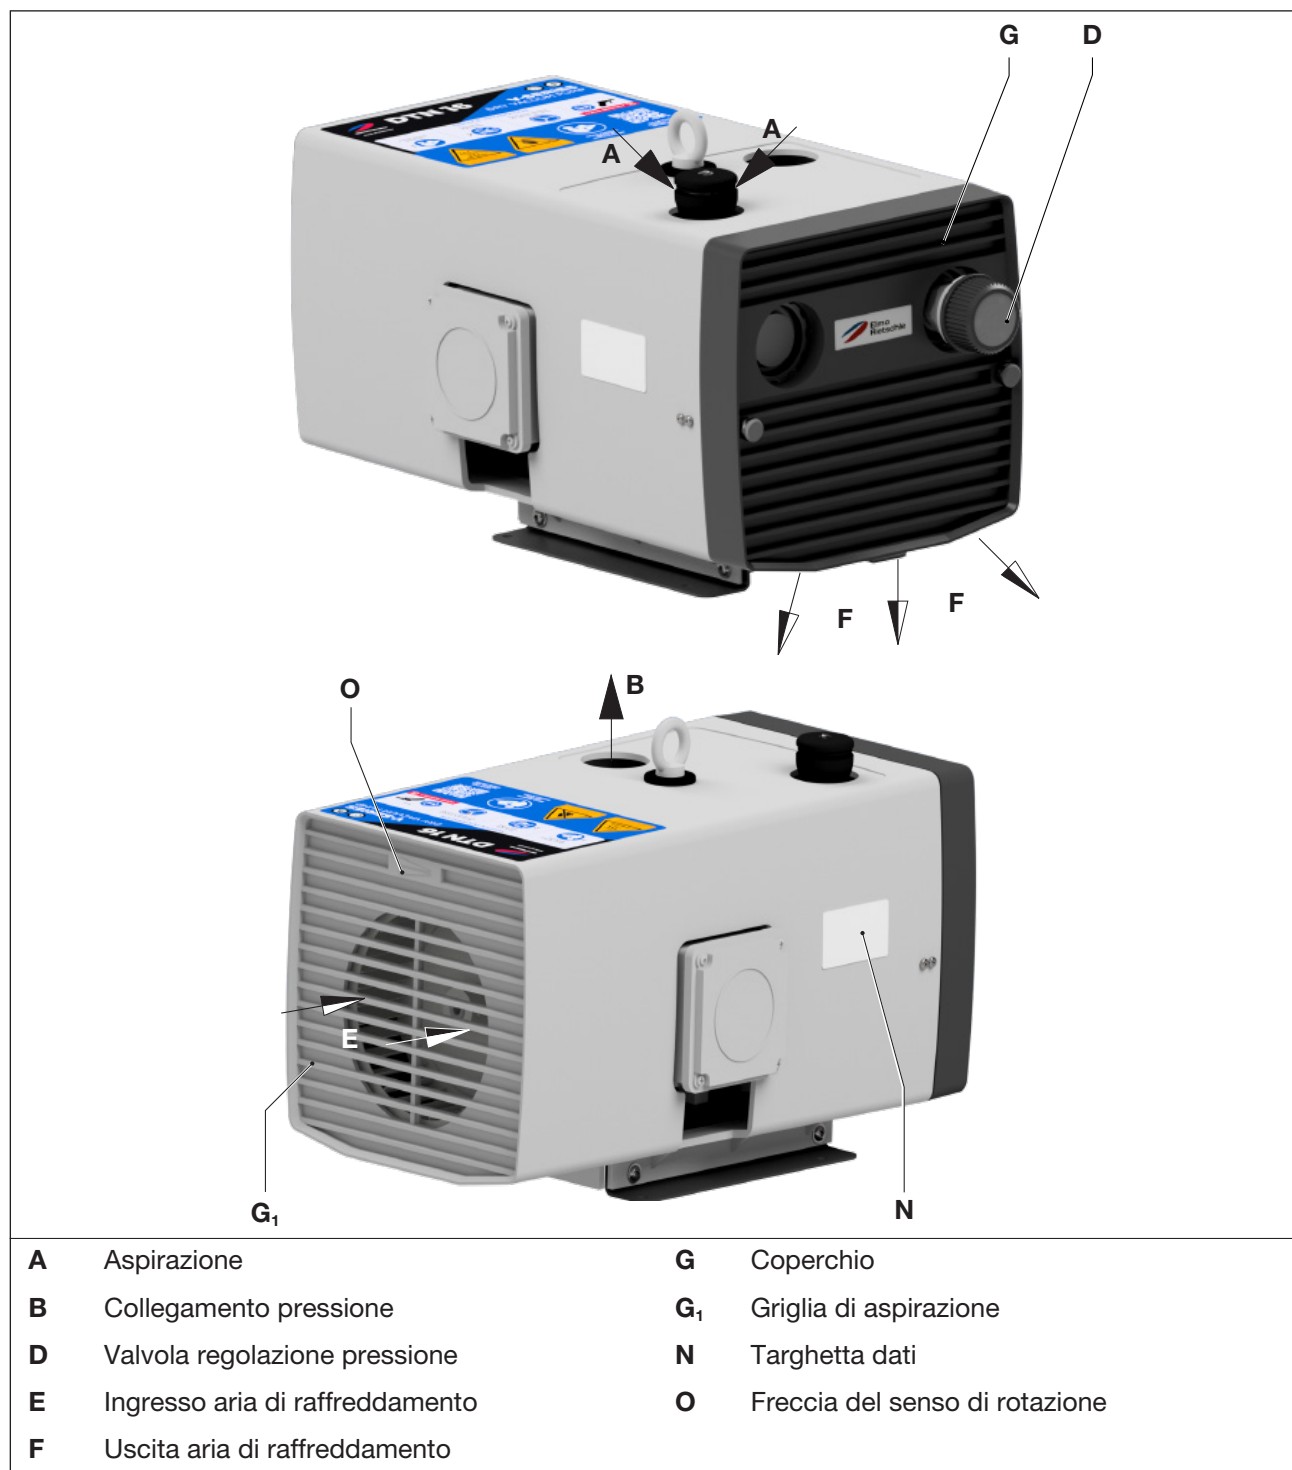

Fig. 2 Compressore V-DTN
- Il coperchio (Fig. 2/G) e la griglia di aspirazione (Fig. 2/G1) devono essere facilmente accessibili.
- Rimuovere il tappo cieco dal collegamento della pressione (Fig. 2/B).
- Collegare la tubatura sul collegamento della pressione (Fig. 2/A).
Le gamme di pressione richieste possono essere impostate con la valvola di regolazione della pressione (Fig. 2/D) in base alla targhetta dei simboli sulla manopola.
I dati elettrici del motore sono indicati sulla targhetta dati (Fig. 2/N) ossia sulla targhetta dati del motore. I motori sono conformi a DIN EN 60034 e sono eseguiti con classe di protezione IP 55 e classe isolamento F. Lo schema di collegamento corrispondente si trova nella morsettiera del motore.